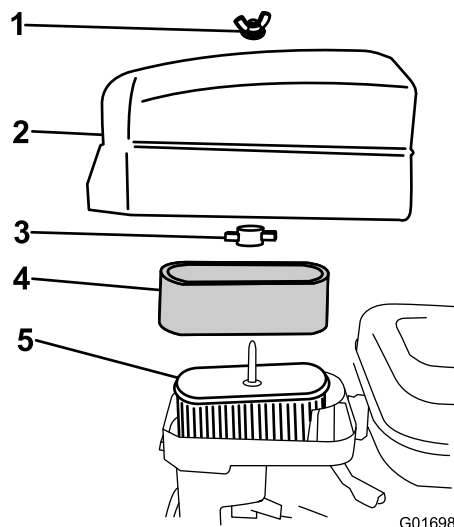

图26
4. 如果泡沫滤芯变脏，请将其从纸质滤芯中取出（图26）并彻底清洁，如下所示：